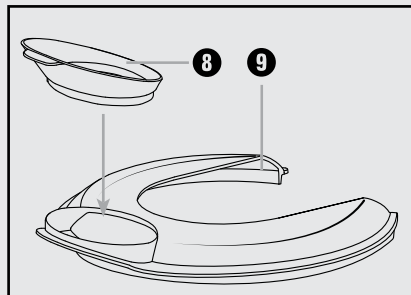

Fig. 2: Montaggio dell'ausilio di riempimento
- Se lo si desidera, si può montare la vaschetta di riempimento **8** sul coperchio **9** (Fig. 2):